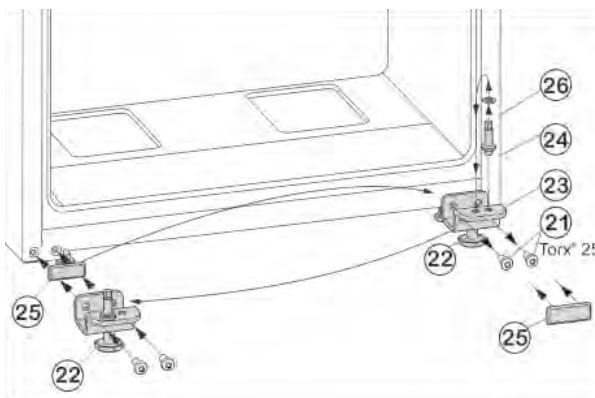

Fig. 6
- Викрутіть гвинти кріплення Fig. 6 (21).
- Зніміть нижній опорний кронштейн Fig. 6 (23) разом із гвинтом Fig. 6 (24), шайбою Fig. 6 (26) та установочною ніжкою Fig. 6 (22).
- Відкрутіть гвинт Fig. 6 (24) разом із шайбою Fig. 6 (26), переставте їх у протилежний отвір опорного кронштейна та знову закрутіть.
- Обережно зніміть кришку Fig. 6 (25) і переставте її на протилежний бік.
- Знову прикрутіть нижній опорний кронштейн Fig. 6 (23) разом із гвинтом Fig. 6 (24), шайбою Fig. 6 (26) та установочною ніжкою Fig. 6 (22) на інший бік шарніра (з моментом 4 Нм), у разі необхідності скористайтеся акумуляторним гвинтокрутом.
- Встановіть нижні дверцята згори на опорний гвинт Fig. 6 (24).
- Вставте середній опорний кронштейн (13), повернувши його на 180°, у нижні дверцята і прикрутіть за допомогою гвинтів кріплення (11)(2 шт. Torx® 25) до нового боку шарніра (з моментом 4 Нм).
- Знову встановіть пластикову шайбу (10).
- Викрутіть установочну ніжку Fig. 6 (22) на нижньому опорному кронштейні Fig. 6 (23), доки він не буде опирається на підлогу.